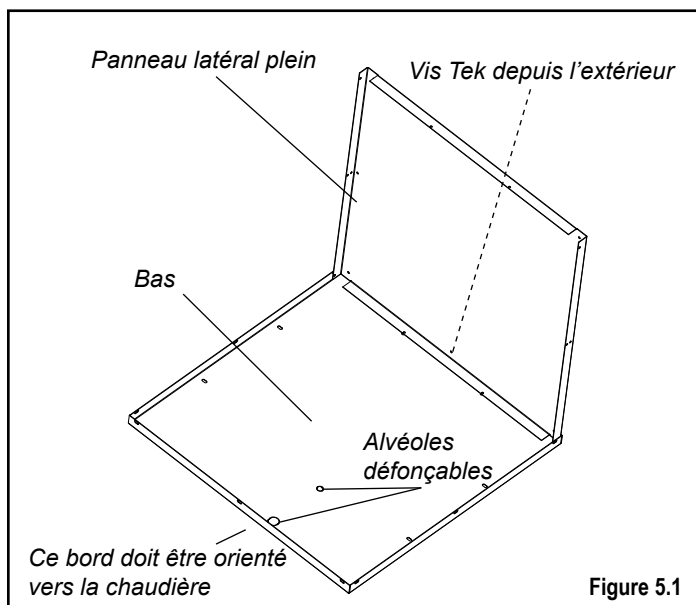

Figure 5.1
1. Placez le fond sur le sol. Le rebord le plus proche des alvéoles défonçables se trouvera du côté de la chaudière. Figure 5.1
2. Placez le panneau vertical choisi sur le plateau inférieur et maintenez-le en place par une vis Tek vissée dans le trou du milieu. (Illustration du panneau rigide) Figure 5.1.